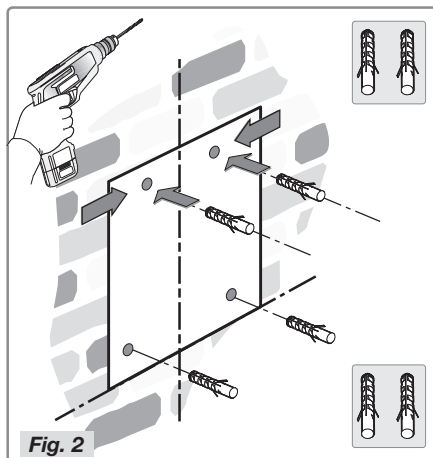

Fig. 2
- Plasser malen på veggen og påse at linjen korresponderer med linjen som først ble tegnet på veggen. Marker posisjoner for hullene og bor disse (Fig. 2).